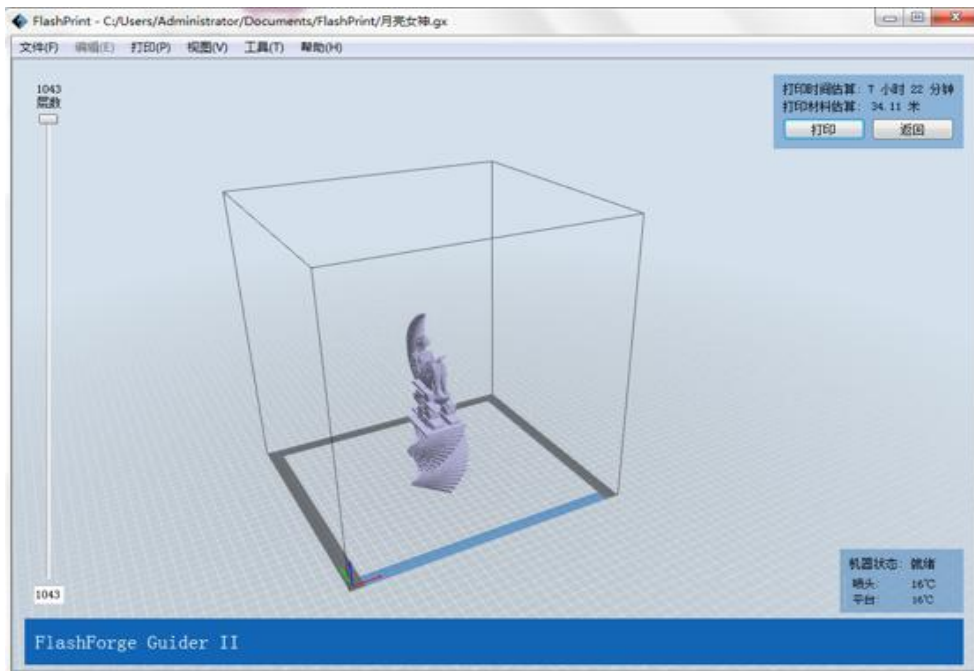

图7-12
- (图 7-12) 用 FlashPrint 打开目标 Gcode 文件。